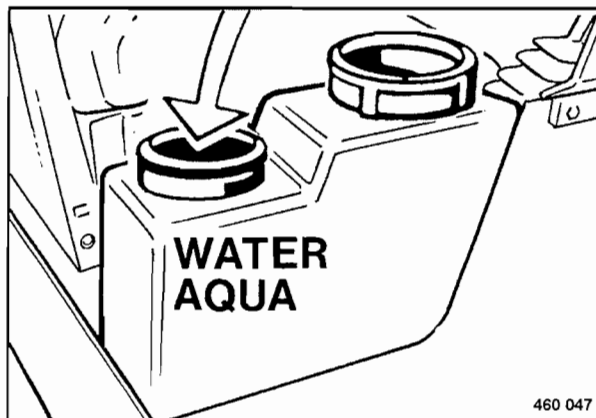

Fig. 80
- Abrir la tapa (Fig. 80) y comprobar la reserva de agua.